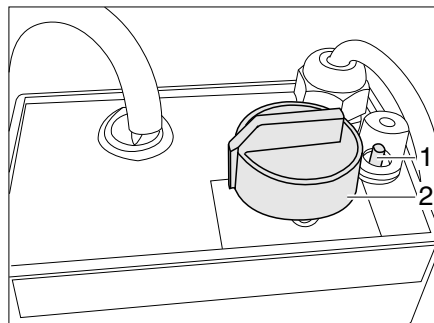

Fig. 321 Régulateur du chauffage électrique du plancher/du lit
- Tourner le bouton tournant (Fig. 321,2) sur le niveau de chauffage souhaité.
- Tourner le bouton tournant (Fig. 321,2) sur « 0 ».
Quand le régulateur est surchargé, la protection contre les surcharges se déclenche. La tige (Fig. 321,1) ressort.
- Enfoncer la tige (Fig. 321,1) de la protection contre les surcharges une fois le régulateur refroidi.